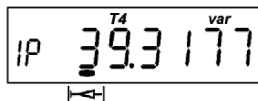

Рисунок 4.12
- прогнозируемая фактическая величина отпущенной реактивной мощности (отображается мнемоникой **«var»** и маркером «») (рисунок 4.12):